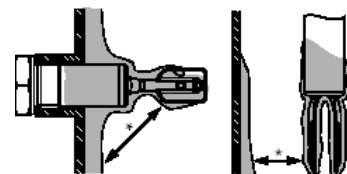

Рисунок 5
**2.4.3** При установке в емкости лопатки плотномер должны полностью выступать внутрь и ориентироваться вертикально. При установке следует учитывать возможность налипания на лопатки вязких фракций. Для исключения влияния налипания следует увеличить дистанцию от камертона до стенок емкости (рисунок 5).